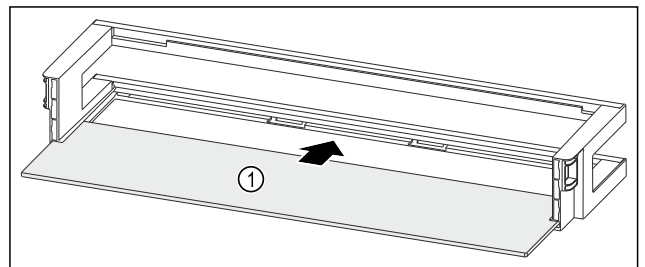

Fig. 87 Estantes en la contrapuerta con estante
- Introduzca el estante Fig. 87 (1) en los huecos laterales.